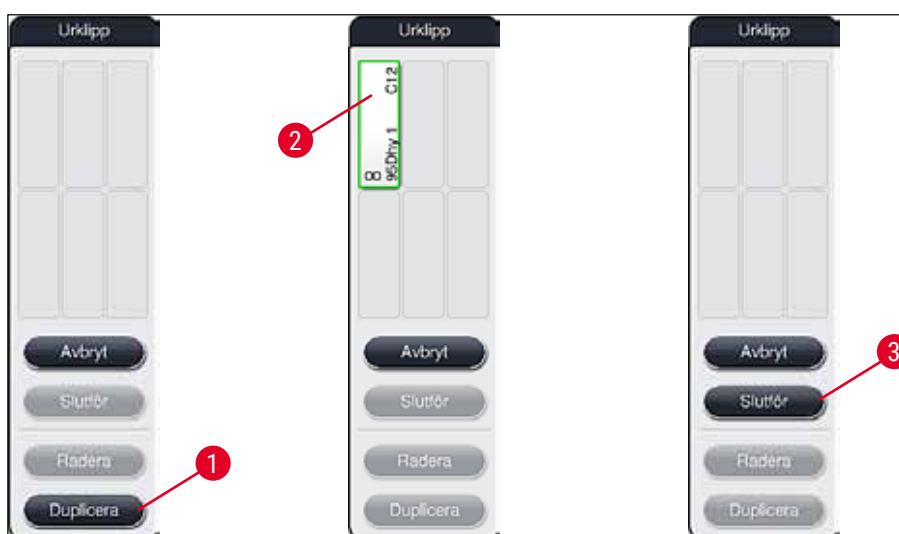

Bild 53
2. Observera alltid det efterföljande informationsmeddelandet och bekräfta det med **OK**. Ett nytt fönster, **Urklipp** (→ "Bild 53"), öppnas.